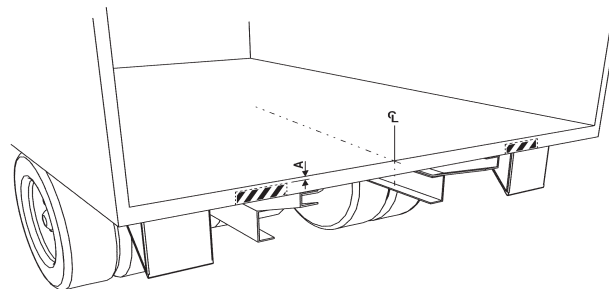

Abb. 13. Mittelpunkt an der Hecktraverse ausmessen und markieren.
3. A-Maß kontrollieren, falls eine Aussparung in der Hecktraverse erforderlich ist. (Siehe Markierung in Abbildung, Abb. 13).